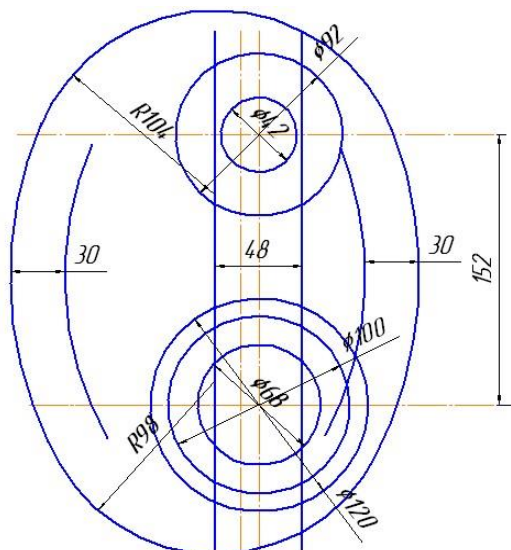

Рис. 6. Эквидистанта кривой
6. Построить дугу окружности на заданном удалении от внешнего контура и прямую, параллельную вертикальной оси симметрии. Использовать команду –  **Эквидистанта кривой** панели **Геометрия** (рис. 6).